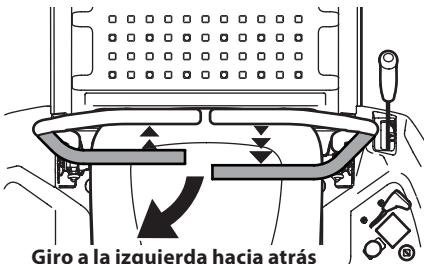

Figura 27
1. Para girar a la izquierda mientras se desplaza marcha atrás, mueva la palanca de control del lado izquierdo hacia adelante respecto de la palanca derecha. Consulte la Figura 27.